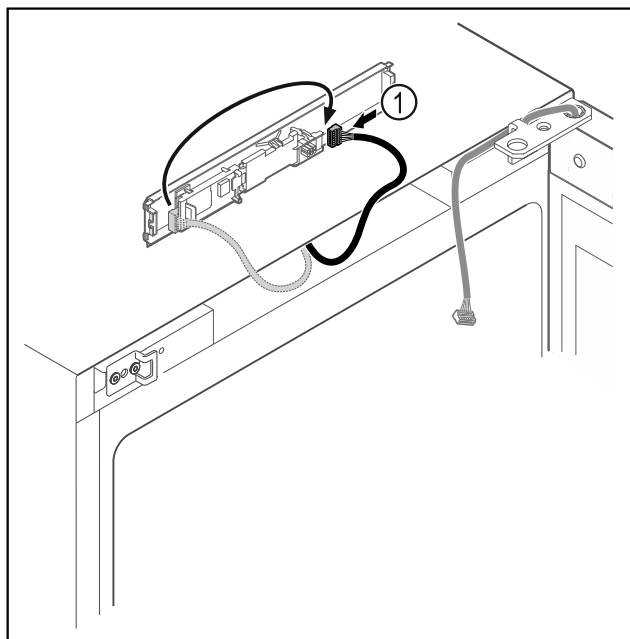

Fig. 11
- Schimbați poziția de introducere a fișei Fig. 11 (1) la placa electronică.